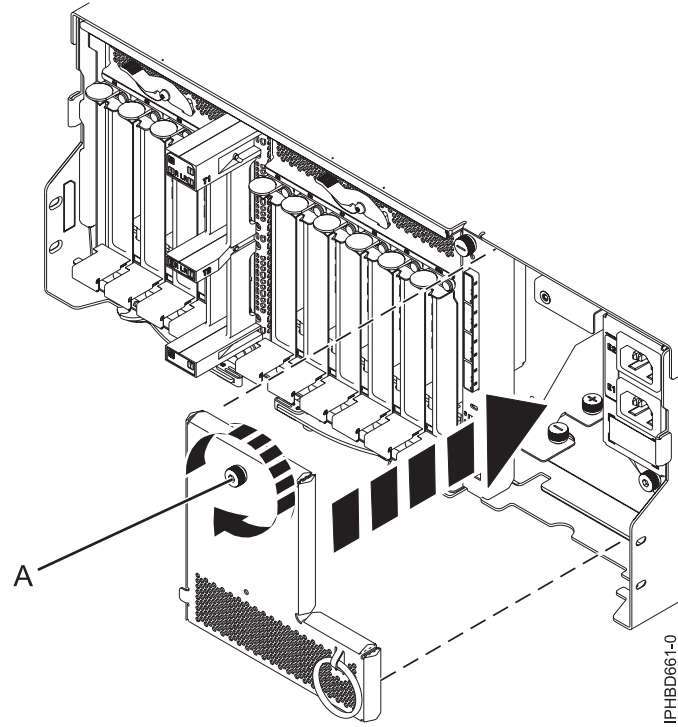

Figure 29. Remise en place du capot du répartiteur de puissance en entrée
6. Remettez en place le capot du répartiteur de puissance en entrée, puis serrez la vis moletée (A) comme illustré à la figure 29, à la page 31.